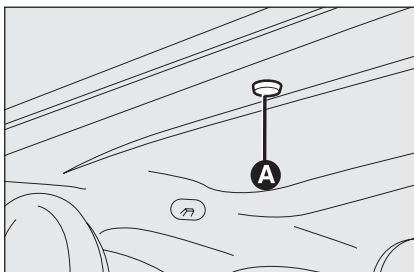

fig. 42
- ☐ enlever le bouchon de protection **A-fig. 42** logé sur le revêtement intérieur, à l'arrière du store pare-soleil;